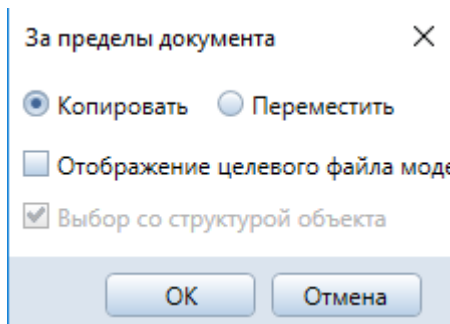

Рис. 11. Окно копирования
*нели инструментов* (рис. 1) нажимаем кнопку  *Копировать, переместить слой* в появившемся вспомогательном окне (рис. 11) выбрать необходимое действие, выбираем *Копировать в слой назначения* и ждем *ОК*. Теперь программа предлагает выбрать слой, в который мы копируем данные (выбираем пустой слой) и ждем *ОК*. В диалоговой строке программа спрашивает, какие элементы необходимо копировать. Выбор элементов осуществляется 2-мя способами: